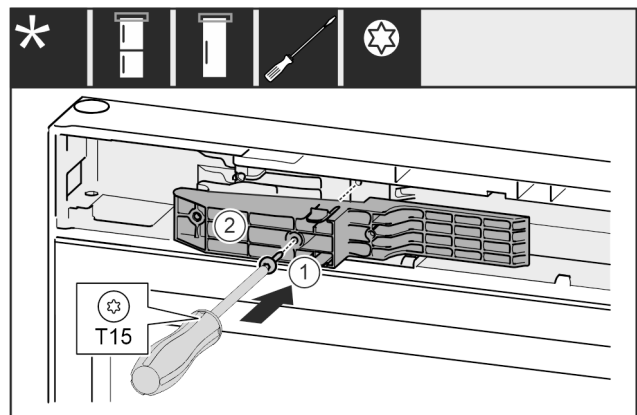

Fig. 54 \*
- ▶ Adapterstück Fig. 54 (1) auf der Griffseite in die Aussparung einsetzen.\*
- ▶ Schraube Fig. 54 (2) mit Schraubendreher festschrauben.\*